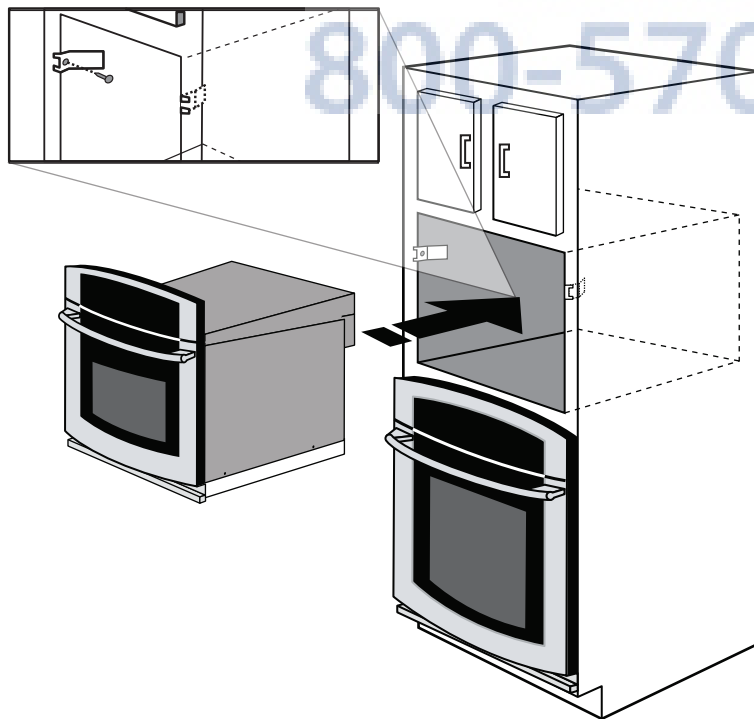

Figure 4
1. Placer le four près de l'ouverture sur une table ou un support. Brancher le cordon d'alimentation dans la prise électrique. Guider avec précaution le four assemblé dans l'ouverture préparée. Éviter de pincer le cordon entre le four et le mur. Voir Figure 4. Pousser l'appareil dans et contre l'armoire. La bride latérale du four s'enclenche dans les brides antibasculement. Voir Figure 3.